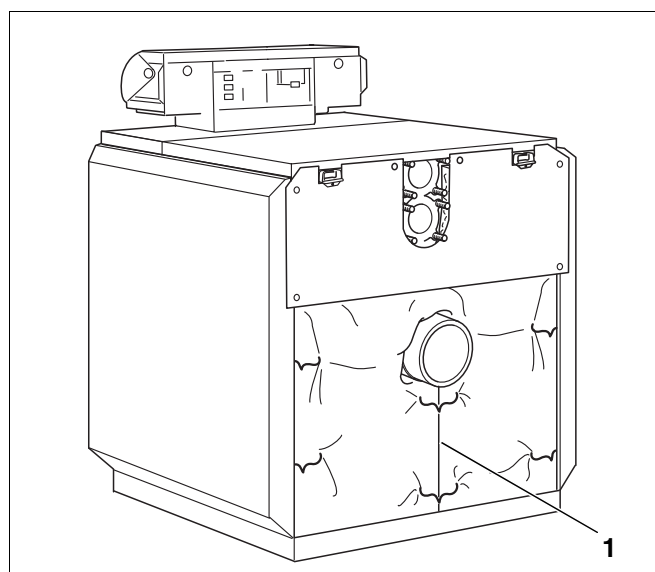

Fig. 55 Alăturarea izolației termice a elementului posterior
- Se coboară izolația termică a elementului posterior și se fixează cu agrafe sub ștuțul pentru evacuarea gazelor (fig. 55, **poz. 1**).